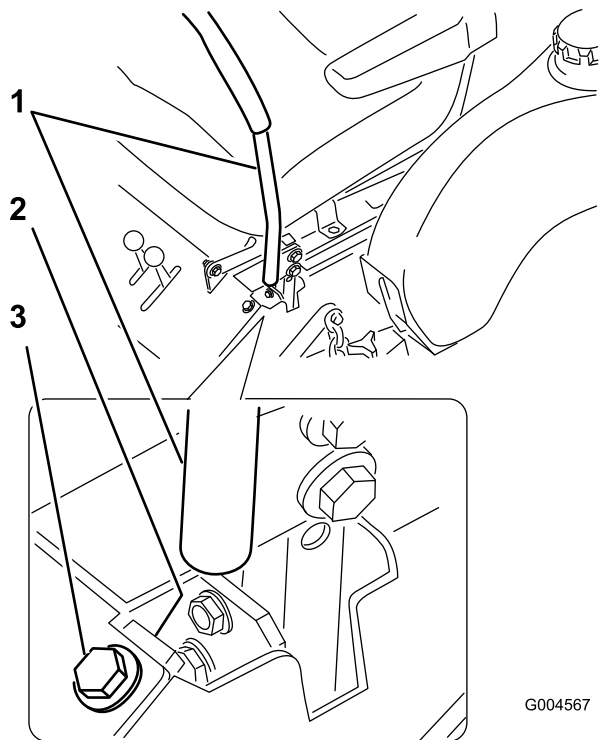

Figura 50
3. Spostate il fermo fino a quando la macchina non guida dritta (Figura 50).
4. Serrate il bullone che si trova di fronte alla leva di controllo (Figura 50).